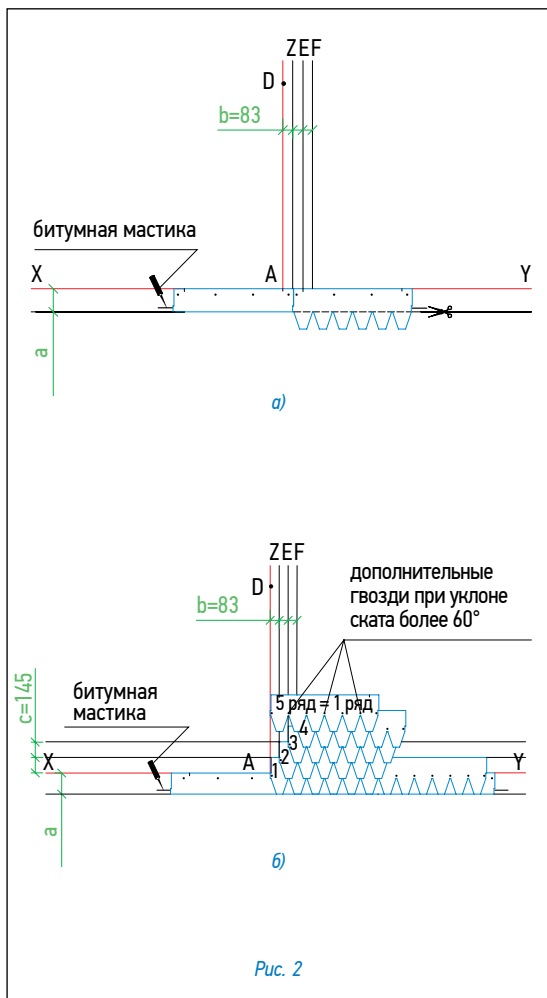

Рис. 2
Укладка материала (рис. 2)
- далее первый ряд черепицы укладывается от линии AD (рис. 2б);
- второй ряд укладывается от линии Z (со смещением 8,3 см от AD) (рис. 2б);
Каждый лист гибкой черепицы крепится 4 гвоздями в штатных местах таким образом, чтобы гвоздь прошивал и верхний край нижележащего листа черепицы (рис. 2б).
При укладке черепицы на скатах при уклоне больше 60° лист должен крепиться 7 гвоздями (рис. 2б).